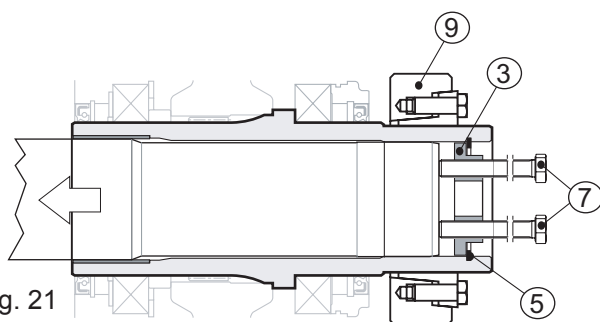

fig. 21
Insérer dans les deux orifices filetés présents sur le fond (pos. 3) 2 vis (pos. 7), visser jusqu'à les appuyer à l'arbre de la machine (pos. 1), continuer à visser de façon alternée, en faisant au maximum un tour à la fois (voir fig. 21).